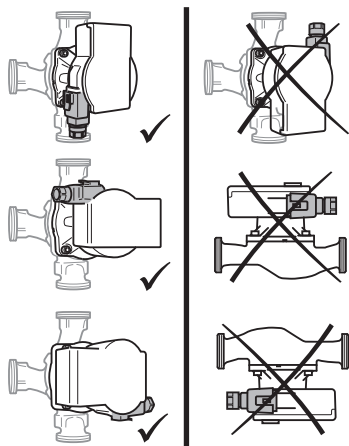

Fig. 2: Монтажні положення
- Вибирайте місце для монтажу відповідно до допустимого монтажного положення (Fig. 2).
- Звертайте увагу на допустиме монтажне положення насоса (Fig. 2), за необхідності поверніть головку двигуна (2 + 6).
- ОБЕРЕЖНО! Протікання води може пошкодити модуль регулювання! Виставте верхню запірну арматуру збоку, щоб у разі виникнення протікань вода не потрапляла на модуль регулювання (6).**
- Зафіксуйте головку двигуна (2 + 6) та викрутіть 4 гвинти корпусу (5).
- Звертайте увагу на допустиме монтажне положення (Fig. 2) і стрілку напрямку потоку на корпусі насоса (1).
- Затягніть 4 гвинти корпусу (5).